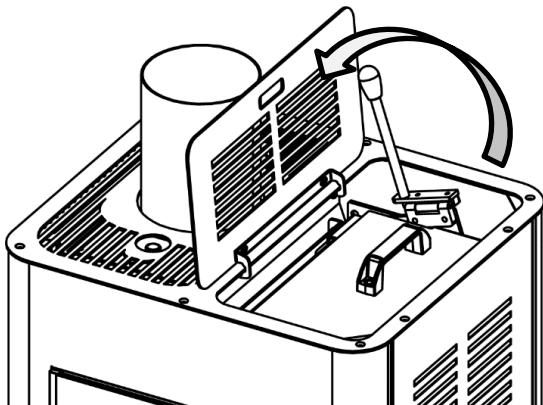

Fig. 15
- Levantar la tapa superior y mover la palanca a la posición "STOP" (fig.15)